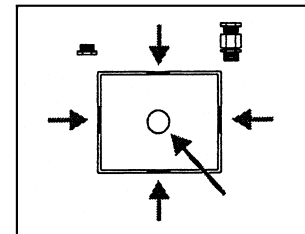

Fig. 1:
- 3 Praticare fori di ingresso per i cavi nella cassetta di plastica o di metallo aprendo i relativi fori ciechi (vedere fig. 1).